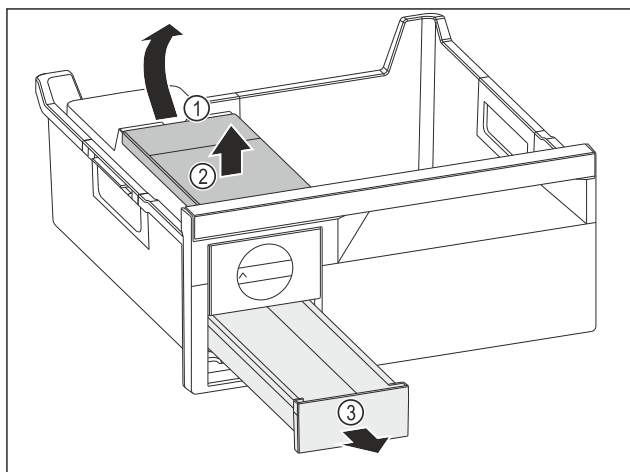

Fig. 116
- Ta ut vattenbehållaren: Lyft vattenbehållaren vid ursparingen Fig. 116 (1).
- Ta ut vattenbehållaren Fig. 116 (2) uppåt.
- Ta ut iskublådan Fig. 116 (3) framåt.